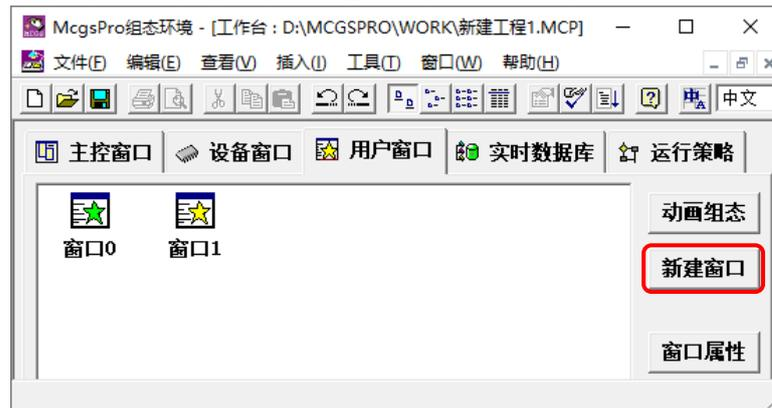

图 2.4-1 新建用户窗口
- ① 运行 McgsPro，新建工程，再新建 2 个用户窗口，如图 2.4-1 所示：